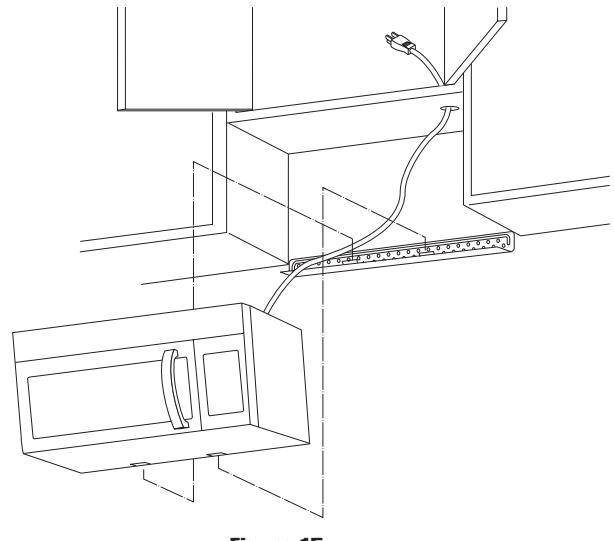

Figura 15
3. Coloque la Placa de Montaje con los Pernos de Anclaje sujetados, en el sitio de pared e inserte los Pernos y Tuercas de Anclaje a través de los orificios en la pared con las Tuercas de Anclaje cerradas. Figura 15. Utilice Tornillos para Madera.
2. Instale el horno inclinándolo adelante y resbalándolo sobre las lengüetas de la Placa de Montaje. Gire el horno arriba tan descansa contra la pared. Véase la Figura 15.